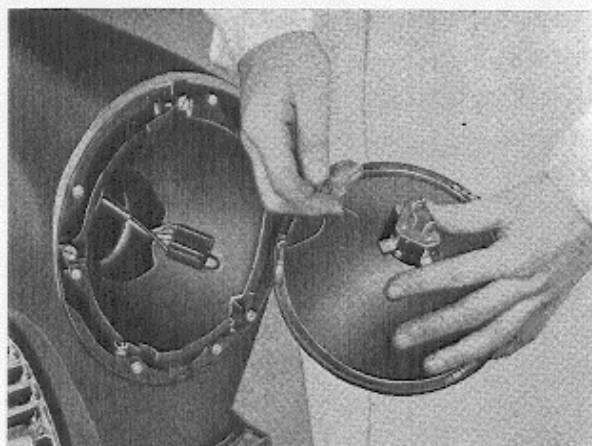

Abb. 81 Einbau der Glühbirne, symmetrisches Licht
4. Ist der Wagen mit symmetrischen Scheinwerfereinsätzen versehen, so ist die Lampenhalterfeder lt. Abb. 81 zu lösen.